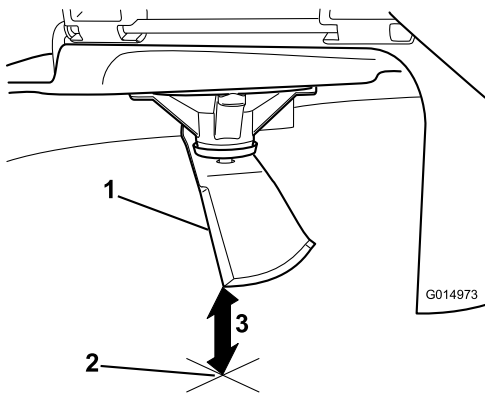

Figura 73
3. Măsurați de la vârful lamei până la suprafața plană (Figura 73).